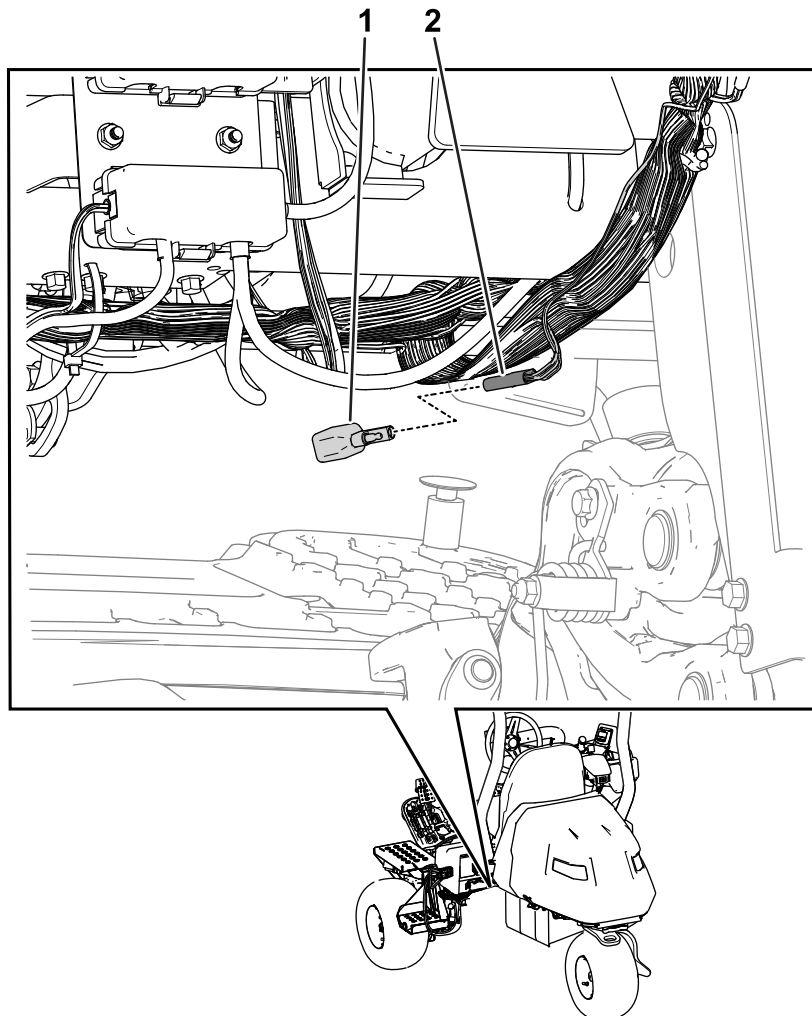
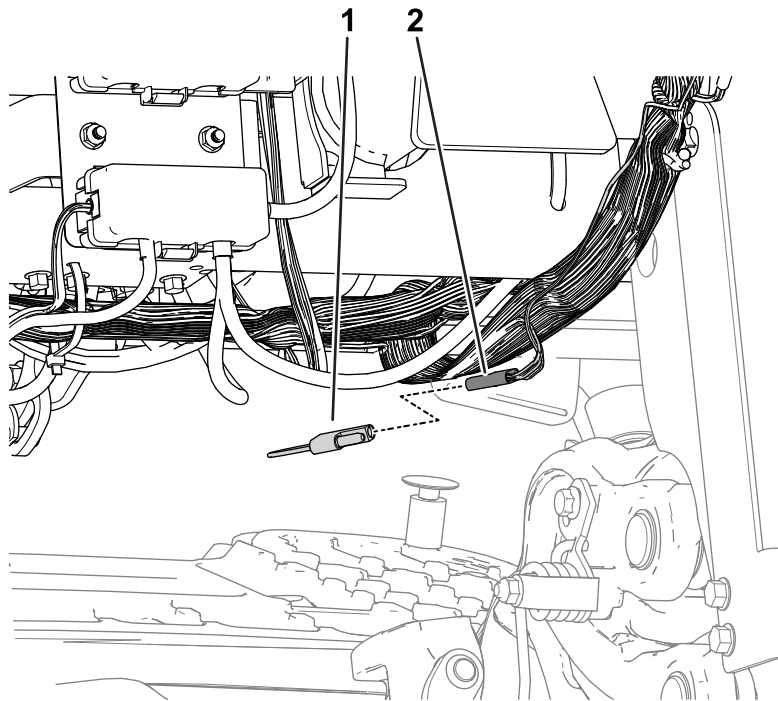

Figure 43
Figure 44
1. Localisez le connecteur de faisceau étiqueté P09 près de l'unité de coupe centrale, des connecteurs de charge et des porte-fusibles (Figure 43).
2. Retirez la diode du connecteur de faisceau étiqueté P09 (Figure 43) et fermez le connecteur avec le capuchon captif (Figure 44).